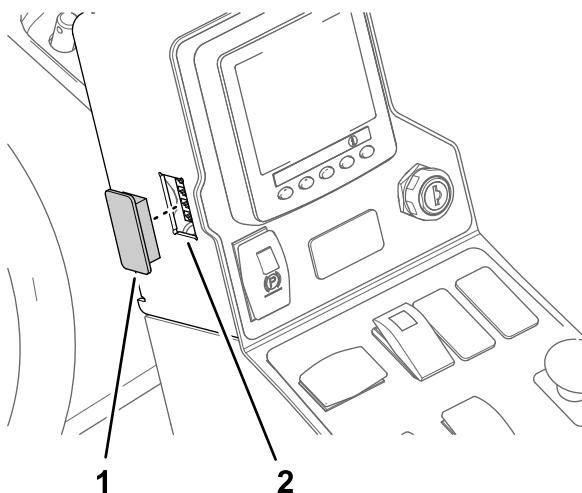

Figure 16
1. Depuis l'intérieur du bras de commande, poussez le cache de tableau de bord hors du trou sur le côté du bras (Figure 16).